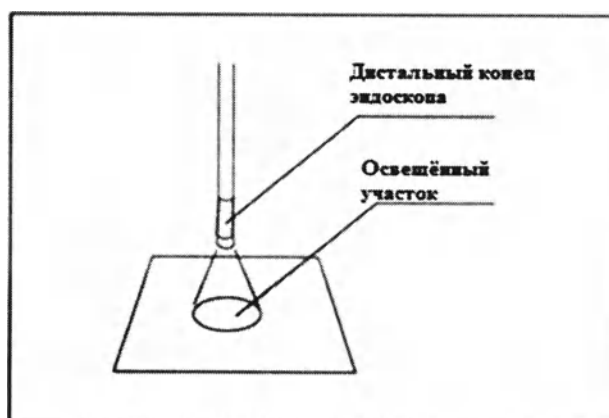

Рис. 3.10 Осмотр дистального конца.
2. Убедитесь, что свет исследования исходит от индикатора ЖК-дисплея на дистальном конце эндоскопа. (рис. 3.10).
3. Убедитесь, что свет исследования исходит от индикатора ЖК-дисплея на дистальном конце эндоскопа (рис. 3.10).